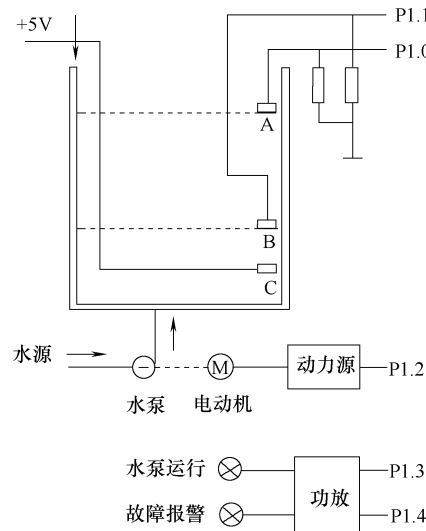

图 4-10 水位控制原理
① 在水塔内三个不同的高度分别安装了一根固定不动的金属棒，正常情况下，塔内水位应保持在虚线之内，水位控制原理如图 4-10 所示。
② A 棒处于水位上限，B 棒处于水位下限。当水位低于水位下限时，自动起动水泵电动机给水塔供水；直到塔内水位达到水位上限，自动停止水泵电动机。
③ 塔内水位从水位上限下降到水位下限的过程中，水泵电动机不会自动起动。